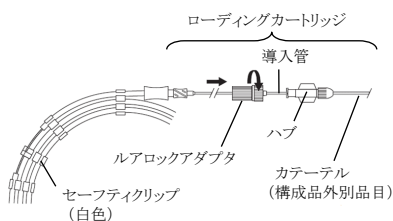

図 1
- ① 血管造影を行い、閉塞する血管の径を測定する。
- ② ローディングカートリッジを親指と人差し指でしっかりと掴み、ローディングカートリッジの導入管をカテーテル（構成品外別品目）のハブに挿入する。ルアロックアダプタを時計回りに回すことにより、ローディングカートリッジをカテーテルのハブに固定する（図 1）。